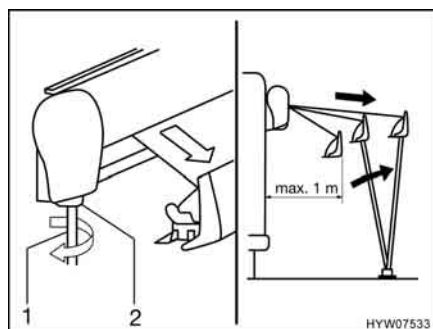

Fig. 38 Estrazione della tenda
- Inserire la manovella (Fig. 38,1) nel supporto a baionetta (Fig. 38,2) della tenda e girarla in senso antiorario. La tenda si apre dopo un paio di rotazioni.